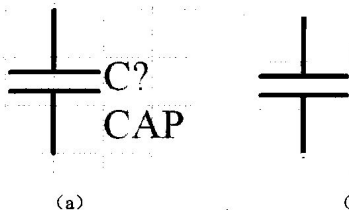

图 1-10 元件选择前、后的状态
(1) 直接选择。该方法是最简单、实用的方法。操作过程为：在图纸的空白处按住鼠标左键，光标变成十字，拖动光标出现虚框将要选择的元件包含在虚框内，虚框内的所有元件被选中。选中的元件周围将出现黄色矩形框。按住“Shift”键，左键单击元件，也可将其选中。如图 1-10 所示为元件选择前、后的状态。
(2) 利用菜单命令。通过菜单命令“Edit→Select”